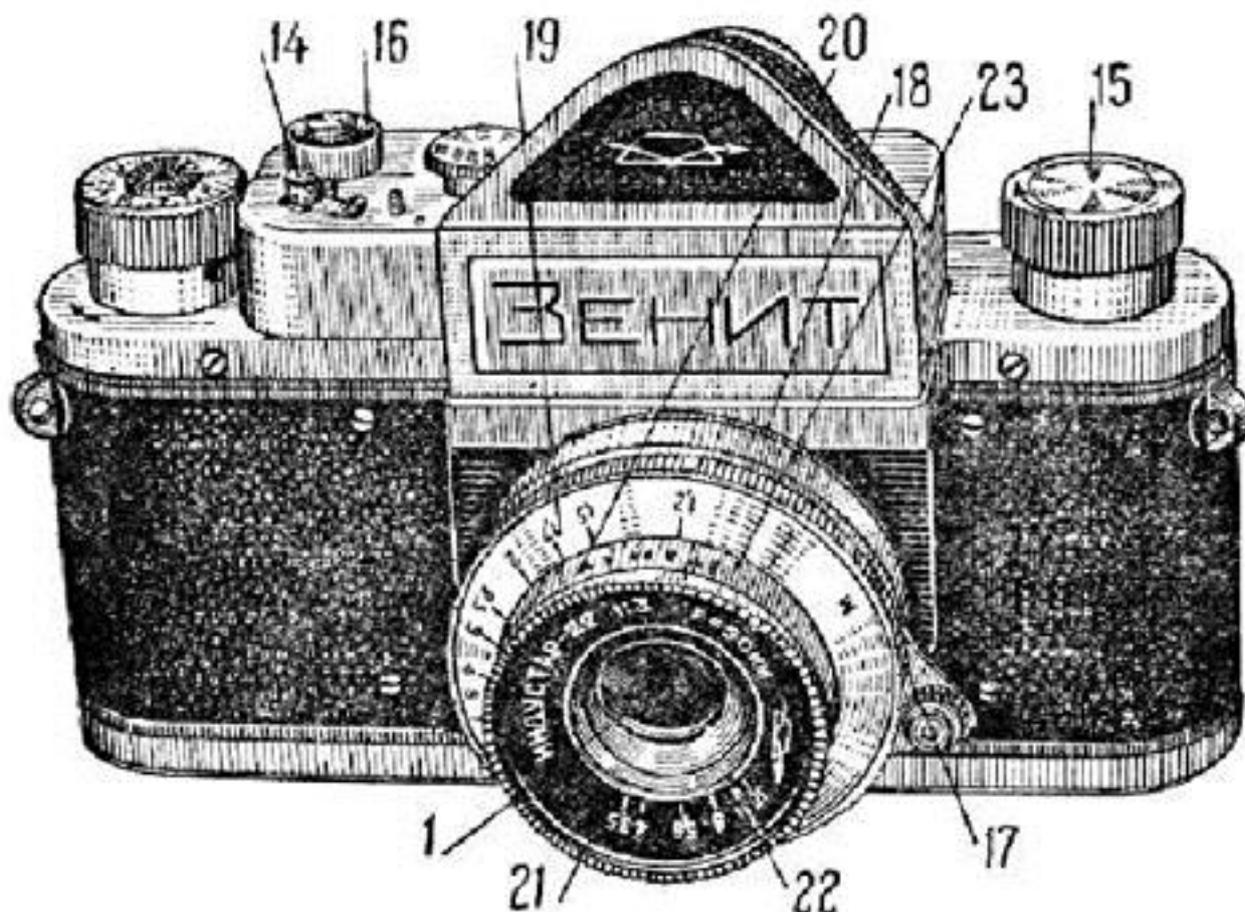

Рис. 3
6. Перемотка пленки после экспонирования обратно в кассету осуществляется поворотом выключателя *14* в направлении буквы «В» (рис. 3) до упора с последующим вращением головки *15* в направлении стрелки, нанесенной на этой головке. Для удобства перемотки пленки следует головку предварительно поднять.
Глубиной резкости называется расстояние между ближайшим и наиболее удаленным предметами объекта, которые должны быть резко изображены на снимке. Поэтому в случаях, когда требуется снимать объекты значительной глубины или ряд предметов, расположенных на различных расстояниях, необходимо пользоваться шкалой 23 (рис. 3).